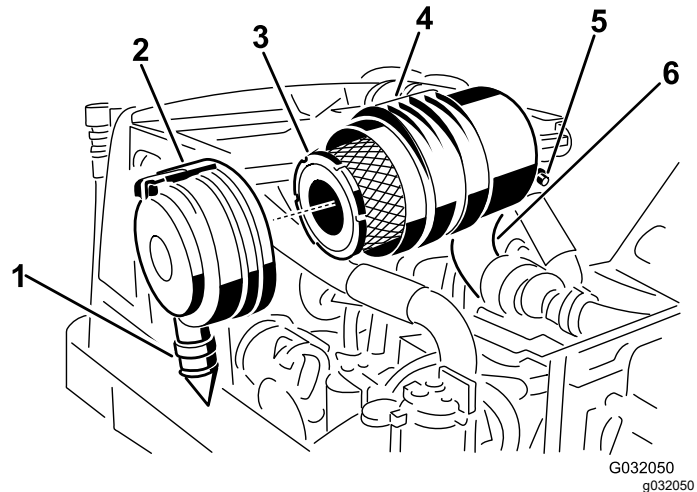

Figura 47
- Togliete il filtro primario dell'olio (Figura 47).
- Sostituite il filtro primario dell'olio (Figura 47).
ore 5 e le ore 7 vista dall'estremità e fissate il fermo (Figura 47).